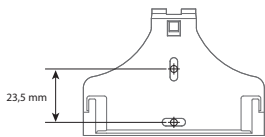

Fig. 3
- Eseguire i due fori nella parete come mostrato in Fig. 3 seguendo gli accorgimenti racchiusi nella sezione "Avvertenze generali";
- Make two holes in the wall as shown in Fig. 3, following the details described in the section on "General warnings";